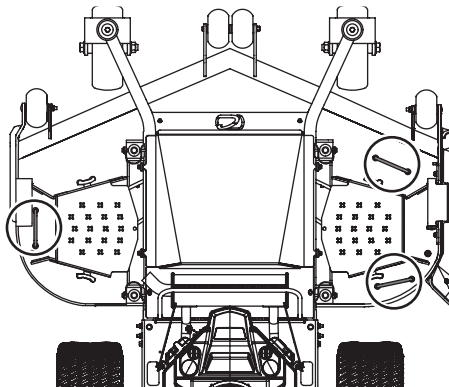
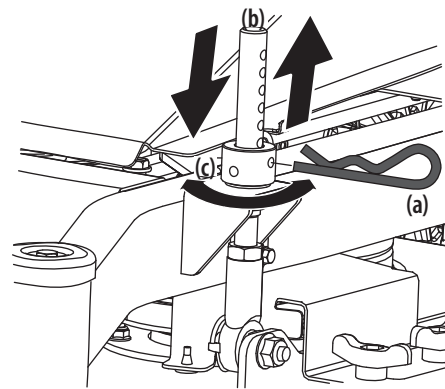

Figure 3-2
Figure 3-3
1. Tenez bien une des trois poignées du plateau (voir Figure 3-2) et soulevez-la légèrement pour retirer la goupille. Voir Figure 3-3.